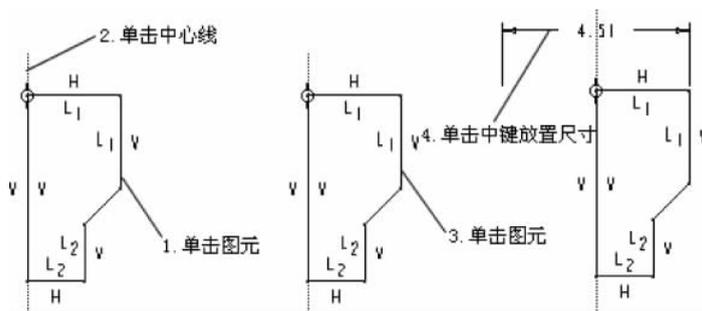

图 3-43 对旋转截面创建直径尺寸
- (1) 单击要标注的图元。
- (2) 单击要作为旋转轴的中心线。
- (3) 再次单击图元。
- (4) 单击鼠标中键来放置该尺寸, 如图 3-43 所示。